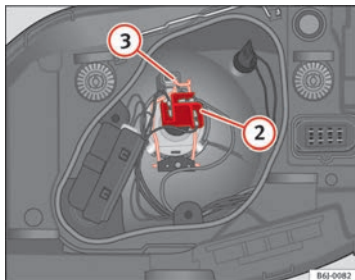

Fig. 146 Luz de cruce/ca-
- Extraiga el conector ⇒ fig. 146 ② de la lámpara.
- Desenganche el resorte retentor ⇒ fig. 146 ③ presionándolo hacia dentro y a la derecha.